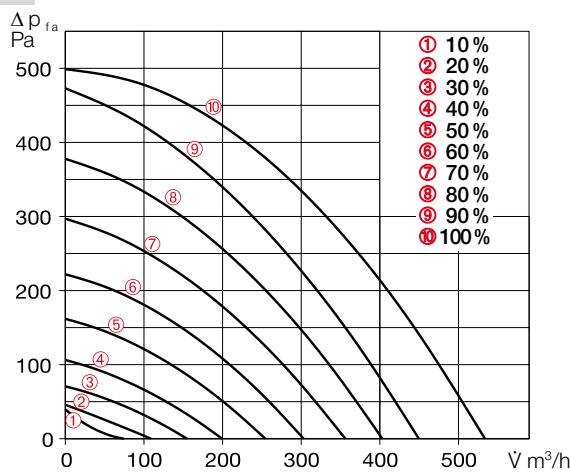
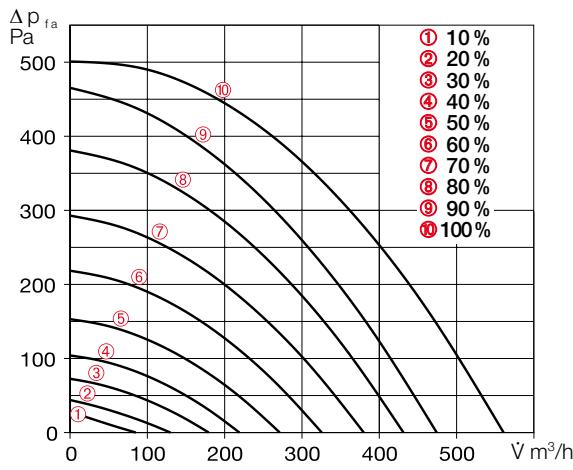

Abb. 23
Abb. 25
4. Die ermittelten Differenzdrücke der Zu- und Außenluftmessung in die Kennlinie des Gerätes für **Zuluft** (s. Abb. 23 und Abb. 25), entsprechend der im Lüftungsprofil hinterlegten Ventilatorleistungen, eintragen (vgl. Abb. 28 und Abb. 29).